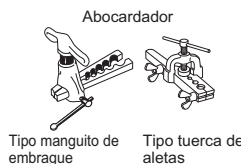
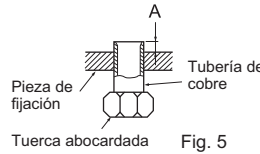

Fig. 4
Fig. 5
- 5) Inserte completamente la manguera de drenaje en el depósito de drenaje situado en la parte posterior derecha de la unidad interior. (Fig. 4)
- 6) Introduzca la manguera de drenaje en el manguito del orificio de la pared (C) y enganche la parte superior de la unidad interior en la placa de instalación (1). A continuación, desplace la unidad interior totalmente a la izquierda para facilitar la colocación de las tuberías en la parte posterior de la unidad.
- 7) Corte un trozo de cartón de la caja de embalaje, enróllelo, engánchelo en el saliente trasero, y utilícelo como espaciador para levantar la unidad interior. (Fig. 5)
- 8) Conecte el tubo de refrigerante a la tubería de extensión (B).
- 9) Empuje la parte inferior de la unidad interior hacia la palanca de instalación (1).
- 4) Labores de abocardamiento (Fig. 4, 5). Sujete firmemente el tubo de cobre de la dimensión que se muestra en la tabla. Seleccione A mm en la tabla según la herramienta que emplee.